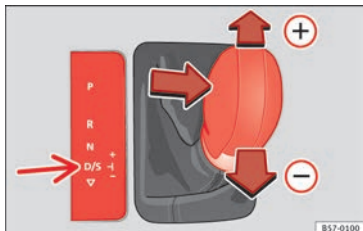

Fig. 192 Consola central: engrenar com Tiptronic.
- Empurre a alavanca seletora para a frente (+) para engrenar uma mudança mais alta » **Fig. 192**.